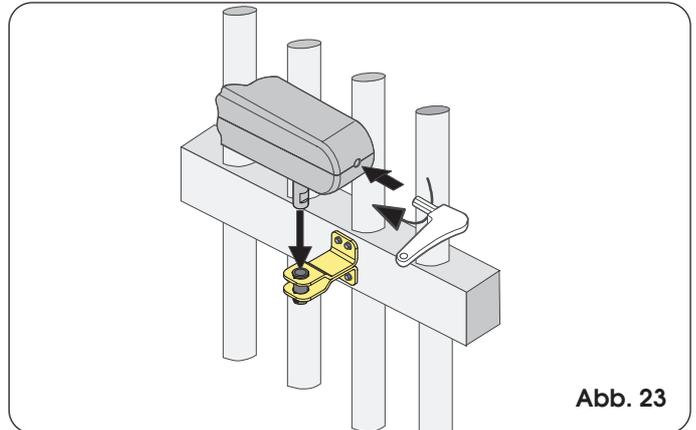

Abb. 23
- Den Antrieb auf der vorderen Befestigung positionieren (Abb. 23);